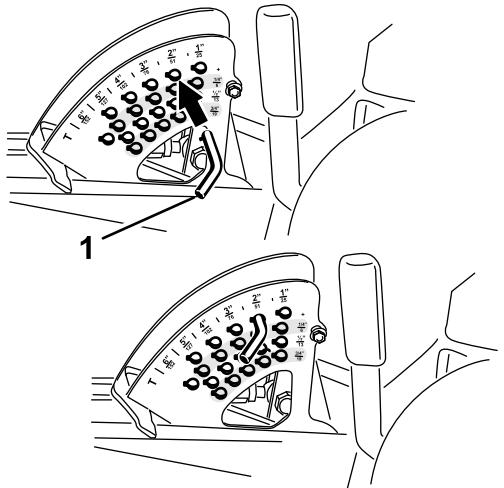

図 20
注 デッキを上昇位置にロックするには、上昇位置からさらに 15cm 上昇させ、刈高ストップピンを抜いて（刈り高を調整する（ページ 26）を参照）、ピンを刈高 15cm の穴に通します（図 20）。
2. ストップピンについているロールピンを回してピンと刈高設定穴のスロットとが整列したところでピンを抜き取る（図 20）。
3. 刈高ブラケットについている穴から、希望する刈高に対応する穴を見つけ、その穴にピンを通し、ピンを回してロックする（図 20）。
注 穴は全部で4列あります（図 20）。外周側の列は、外周部に刻印されている通りの刈高の穴です。2 列目の穴は、1 列目の刈高よりも 6 mm 高い刈高となります。3 列目の穴は、1 列目の刈高よりも 12 mm 高い刈高となります。4 列目の穴は、1 列目の刈高よりも 18 mm 高い刈高となります。刈高 158mm だけは例外で、2 列目のはずれにあります。この穴にセットすると 刈高 158mm となります（6mm アップにはなりません）。